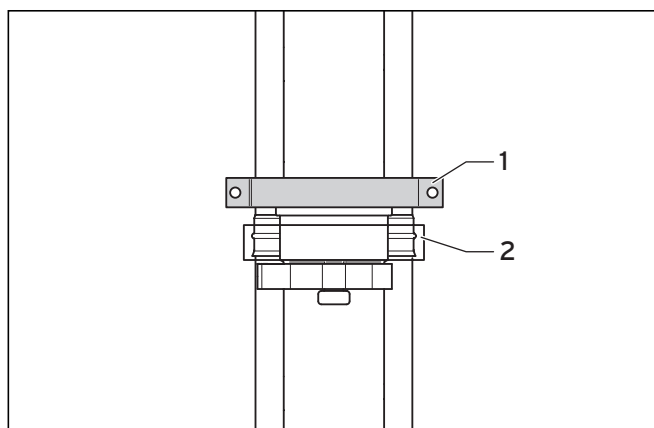

Рис. 4.77 Укорачиваемый удлинитель с кронштейном на наружной стене
- Необходим дополнительный стеновой кронштейн (1) для того, чтобы система не отделилась и не ослаблялась из-за ветровой нагрузки.
- Смонтируйте непосредственно над укорачиваемым удлинителем дополнительный стеновой кронштейн (1), как это показано на рис. 4.77.